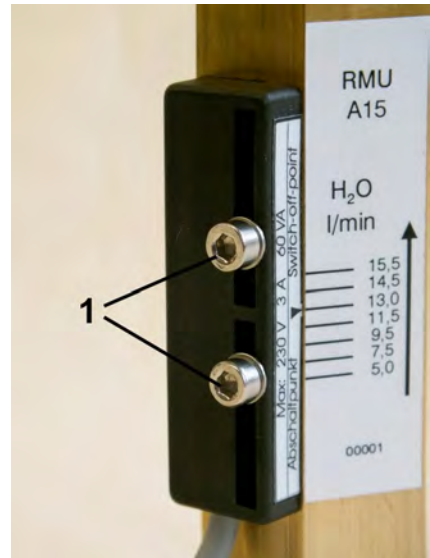

Abb. 24: Feststellschrauben lösen (Beispielskala)
1.  Die Feststellschrauben des Schaltkontaktes (Abb. 24/1) mit einem Sechskant-Schraubendreher lösen.
3. ➔ Feststellschrauben des Schaltkontaktes (Abb. 24/1) mit einem Sechskant-Schraubendreher wieder anziehen. Dabei Schrauben-Anziehdrehmoment beachten.